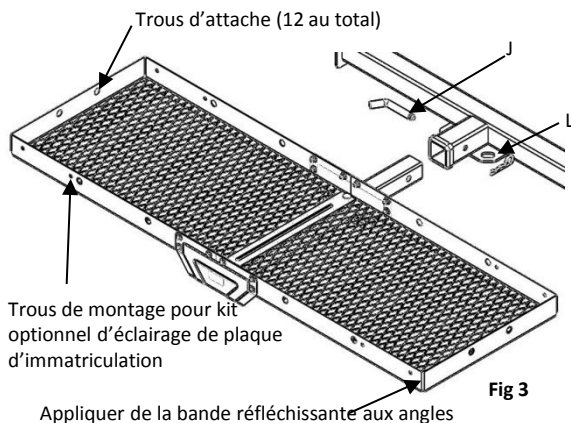

Fig 3
- Pour les attelages de 2", glissez la tige du plateau de rangement dans l'attelage de façon à aligner leurs trous respectifs. Insérez le pivot d'attelage de 5/8" au travers du trou et bloquez-le avec l'attache. (Fig. 3).